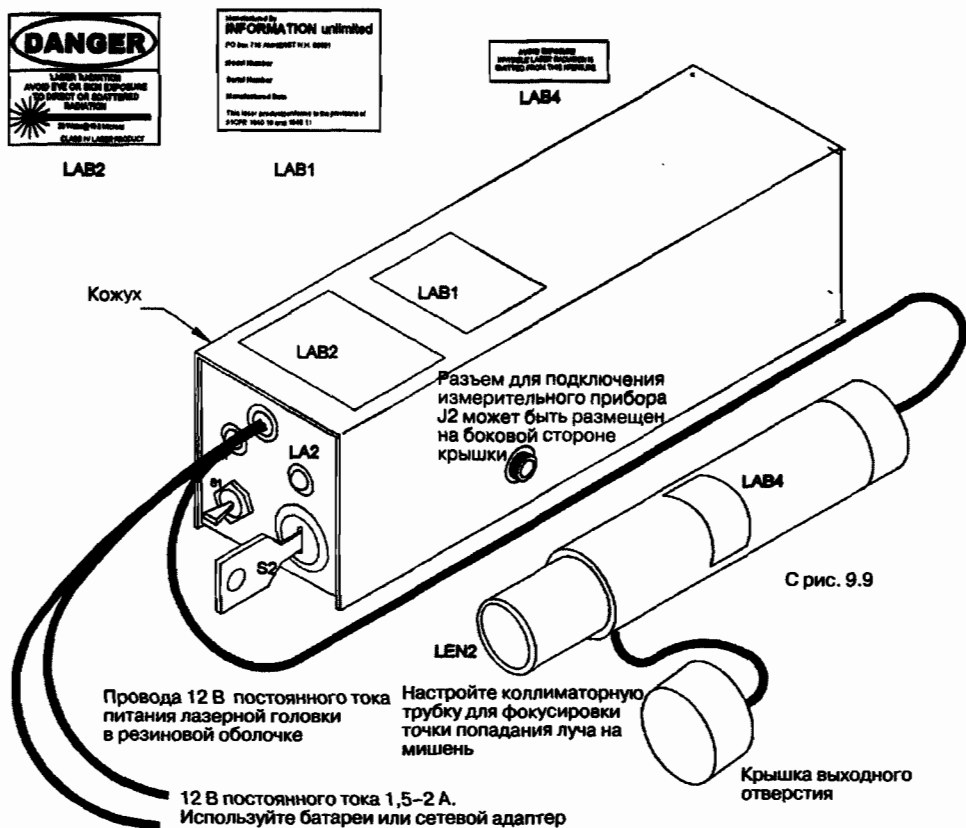

Рис. 9.11. Вид устройства после завершающей сборки с лазерной головкой и ярлыками
4. Когда проверка подтвердит правильную работу лазера, вы можете собрать все части устройства и промаркировать их, как показано на рис. 9.11.